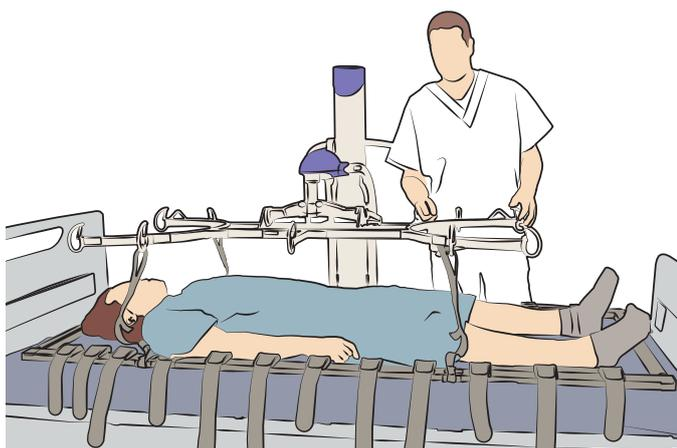

Abb. 22
2. Nachdem der Pflegebedürftige herabgelassen wurde, lösen Sie die Doppelschlaufen-Befestigungsbänder sowohl von der Liegendaufhängung als auch von der Arjo Gurtliege. Siehe Abb. 22.